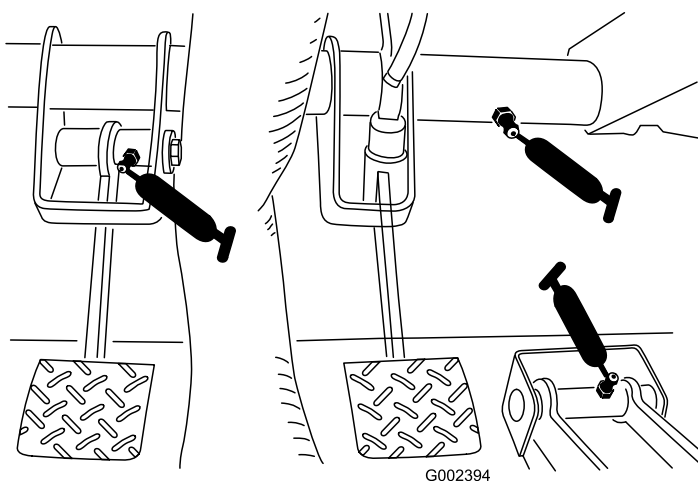

Figura 31
- Ambreiaj (1); consultați Figura 31
- Accelerator (1); consultați Figura 31
- Frână (1); consultați Figura 31